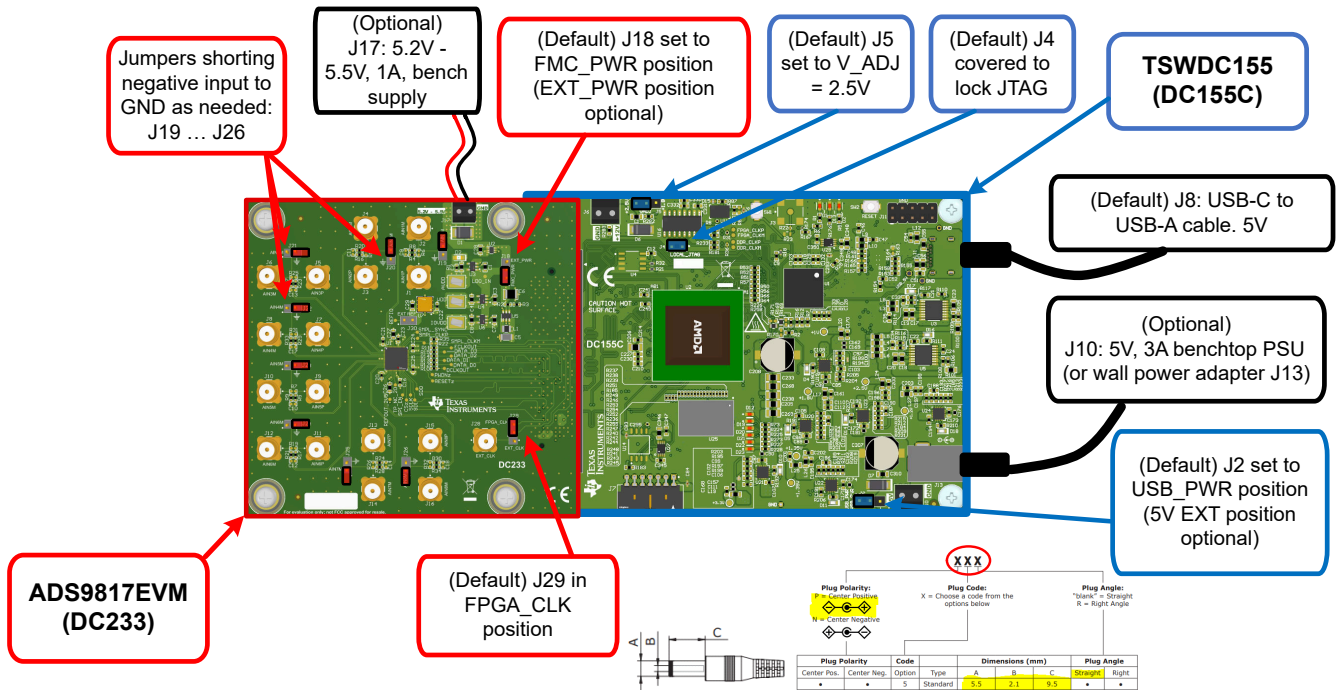

图 2-1. 连接硬件
1. 查看下面图 2-1 中的默认跳线设置以及 节 5.1 中的电源指南。